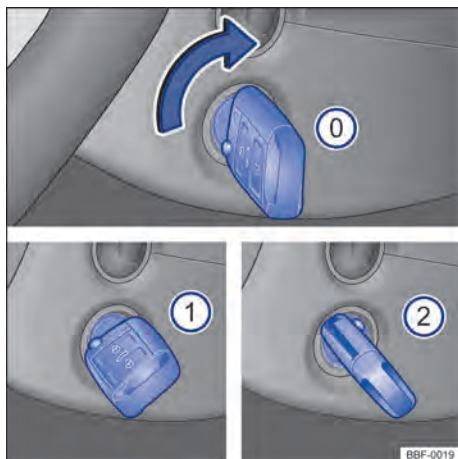

Fig. 91 Ao lado do volante, à direita: posições da chave do veículo no cilindro da ignição.
Posições da chave do veículo → Fig. 91
- ① Ignição desligada. A chave do veículo pode ser retirada.
- ① Ignição ligada.
- ② Pisar no pedal do freio - (*veículo transmissão automática*), ou no pedal da embreagem - (*veículo transmissão manual*) e ligar o motor. Quando o motor pegar, soltar a chave da ignição. Ao soltar, a chave do veículo retorna à posição → Fig. 91 ①.
- *Veículos com cilindro da ignição*: girar a chave do veículo na posição → Fig. 91 ①. A ignição está ligada.
- *Veículos com cilindro da ignição*: girar a chave do veículo no cilindro da ignição para a posição → Fig. 91 ② – não acelerar. Quando o motor começar a funcionar, soltar a chave do veículo no cilindro da ignição.
- *Veículos com cilindro da ignição*: girar a chave do veículo no cilindro da ignição na posição → Fig. 91 .